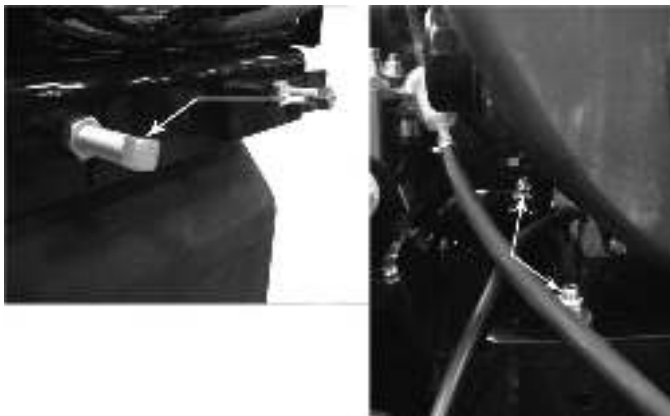

Рис. 5.6. Регулировочные болты плиты двигателя
9. Проверьте натяжение ремня и при необходимости отрегулируйте его. Прогиб ремня в его центре должен составлять 7/16 дюйма (10÷11 мм) при нажатии на него с усилием в 20 фунтов (20 кгс) (см. рис. 5.6).